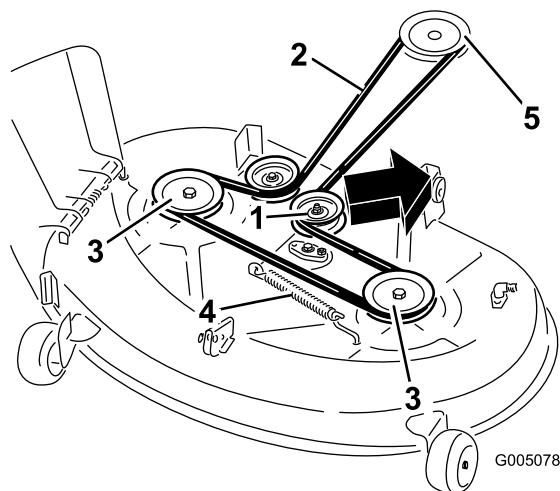

Figure 47
- Tirez la poulie de tension dans la direction indiquée à la Figure 47 et retirez la courroie des poulies.
- Acheminez la courroie neuve autour de la poulie du moteur (Figure 47).
- Tirez la poulie de tension dans la direction indiquée à la Figure 47 et acheminez la courroie autour de la poulie de tension (Figure 47).